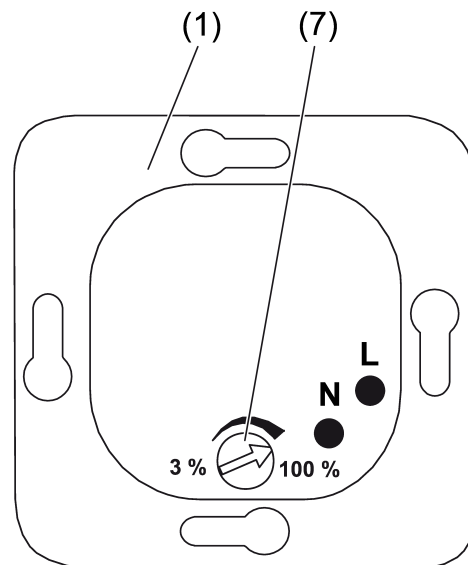

Bild 3: Helligkeitseinsteller
- Unterputzeinsatz (1) aus Gerätedose demontieren. Dabei auf vorschriftsmäßige Isolation der Leitungen achten.
- Leuchte mit Schalter (6) einschalten.
- Helligkeit durch Drehen des Einstellers (7) einstellen (siehe Bild 3).
- Unterputzeinsatz (1) in Gerätedose montieren. Die Anschlussklemmen müssen unten liegen.